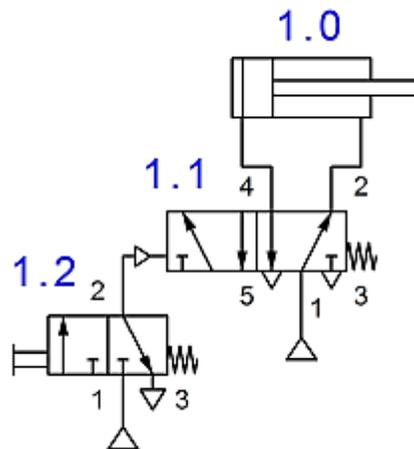

Figura 4.
4. Ahora cierre la unidad de mantenimiento y desconecte todo lo anterior, coloque la válvula 5/2 monoestable y la válvula 3/2, para así conectar el circuito de la figura 4.
6. Ahora conecte la vía 1 de la válvula 5/2 al distribuidor; finalmente conecte 4 y 2 de la misma válvula hacia las entradas del actuador, tal y como se observa en la figura 4. Ahora pruebe el circuito abriendo la válvula de la unidad de mantenimiento y pulsando la válvula 3/2.